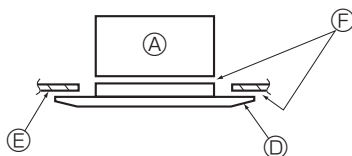

Fig. 6-8
- * Compruebe que no haya huecos entre la unidad principal y la rejilla o entre la rejilla y el techo. (Fig. 6-8)